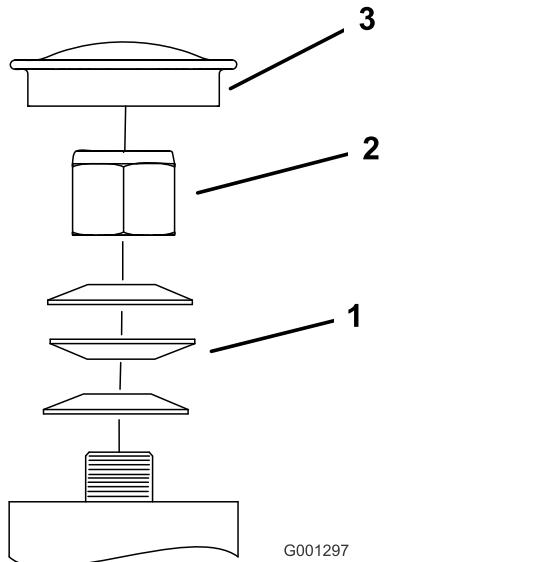

Figura 71
3. Togliete il coperchietto antipolvere dalla ruota orientabile e serrate il dado di bloccaggio (Figura 71).
4. Serrate il dado di bloccaggio finché le rondelle elastiche non sono piatte, quindi allentate di un quarto di giro per mettere punto il precarico sui cuscinetti (Figura 71).
Importante: Verificate che le rondelle elastiche siano correttamente montate, come riportato nella Figura 71.
5. Montate il coperchietto antipolvere (Figura 71).